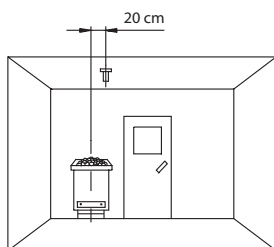

Fig. 7
1. les trous (5mm) seront faits en fonction des mesures indiquées (fig 7 et 8) pour les vis en bois 4 x 20 livrées avec l'appareil
Veuillez vous rappeler que les dimensions indiquées ci-après se réfèrent à des valeurs fixées lors de l'essai de l'appareil selon EN 60335-53-2. Le capteur du poêle se monte toujours, fondamentalement, à l'endroit où sont attendues les températures les plus élevées. Les figures 7 à 9 illustrent le lieu de montage du capteur.
1. Dans les cabines mesurant jusqu'à 2 x 2 m, le capteur de poêle se monte conformément aux figures 7 et 8. Dans les cabines plus grandes, il se monte conformément aux figures 7 et 9.